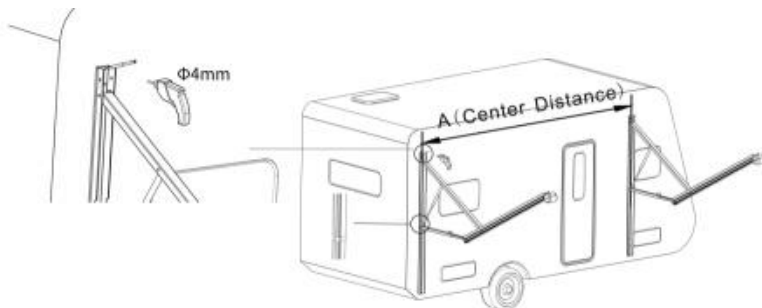

Figure C3
3.1 Den pneumatischen Klapparm ausbauen, die Sicherheitsabdeckung abnehmen und den Klapparm ausklappen. Die Positionen der Löcher an einer geeigneten Stelle an der Außenseite des Fahrzeugs anhand des Mittenabstands A der Stützstange markieren und entsprechende $\phi 4\text{mm}$ -Befestigungslöcher in die Fahrzeugkarosserie bohren. (Abbildung C3)